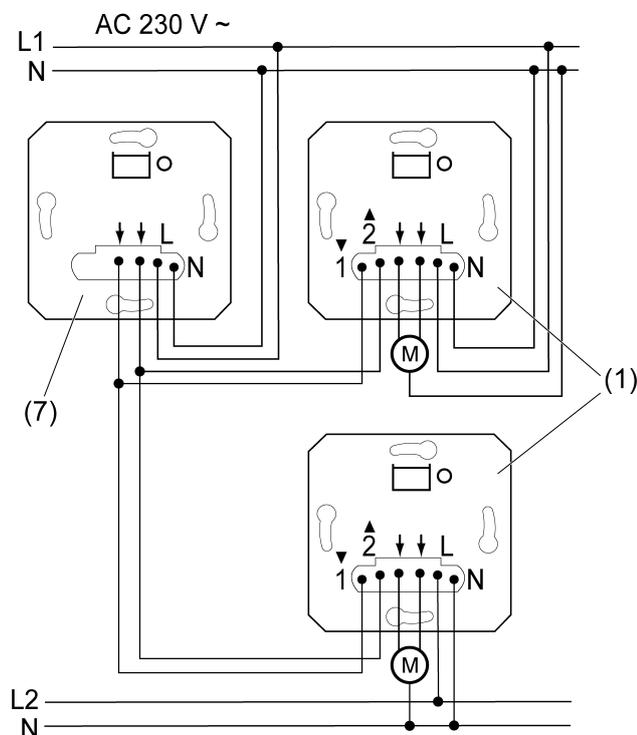

Figura 4: Esempio di collegamento controllo di gruppo
L'unità di comando veneziana può essere integrata in un controllo di gruppo (Figura 4), per il controllo in sito (1) o come apparecchio centrale (7).
- Collegare le unità di comando veneziane in base all'esempio di collegamento (Figura 4). In questo caso le unità di comando veneziane possono anche trovarsi su conduttori esterni differenti.